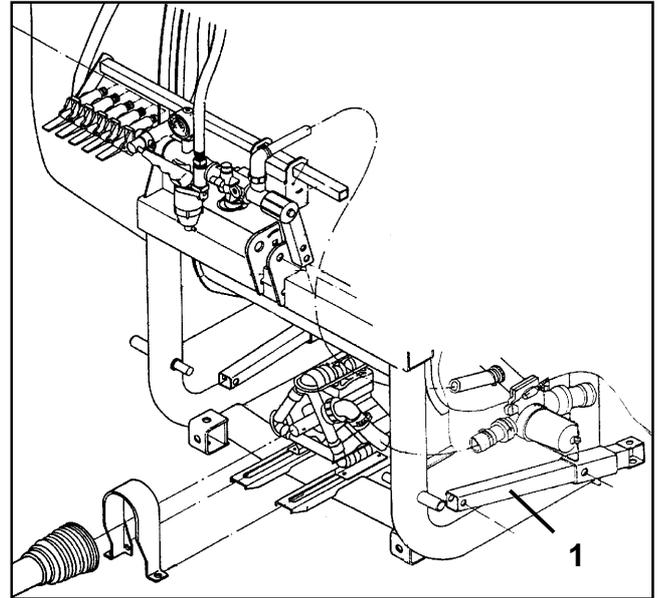

Fig. 5.1
- Introduisez les deux béquilles de remisage et verrouillez (fig.5.1/1).
- Sortez les deux béquilles de remisage et verrouillez (fig.5.1/1).